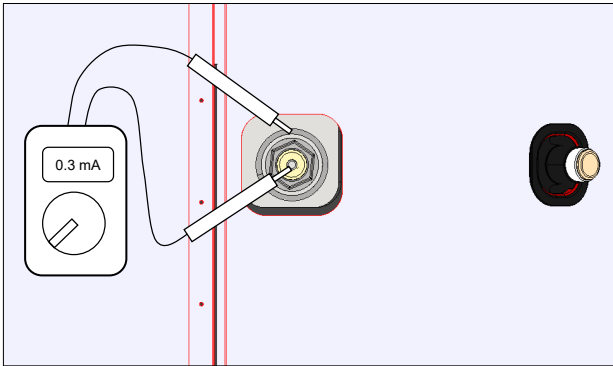

Figure 21 – Commande de l'anode
- 3) Débranchez la connexion du fil entre l'anode et le réservoir (figure 21).